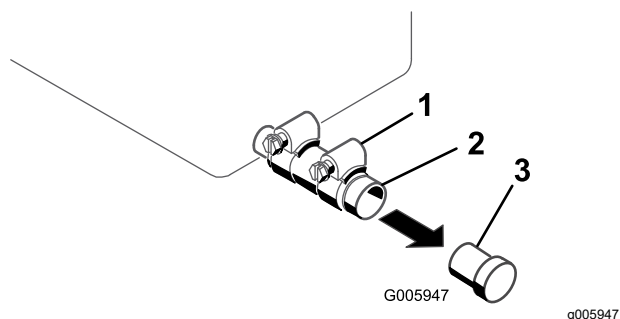

Bild 29
4. Stellen Sie eine Auffangwanne unter das Ölablassrohr (Bild 29).
5. Lösen Sie die Klemme und nehmen Sie die Ablassschraube ab (Bild 29).